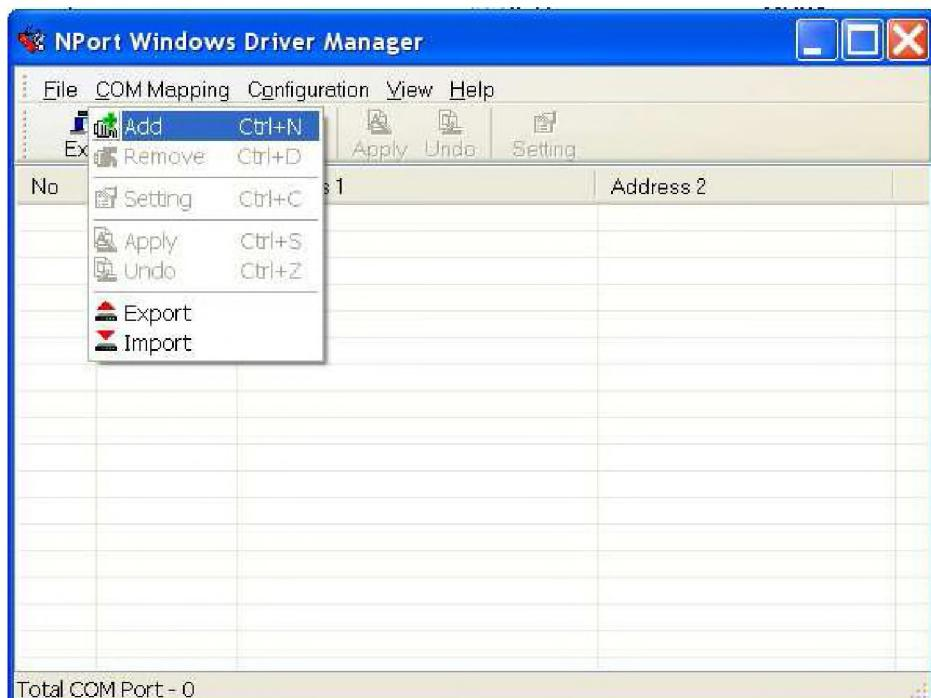

Рис. 16.1. Главное окно утилиты «NPort Windows Driver Manager».
16.6. Запустите утилиту «NPort Windows Driver Manager» и в появившемся окне выберете пункт меню «COM Mapping\Add» (см. Рис. 16.1).